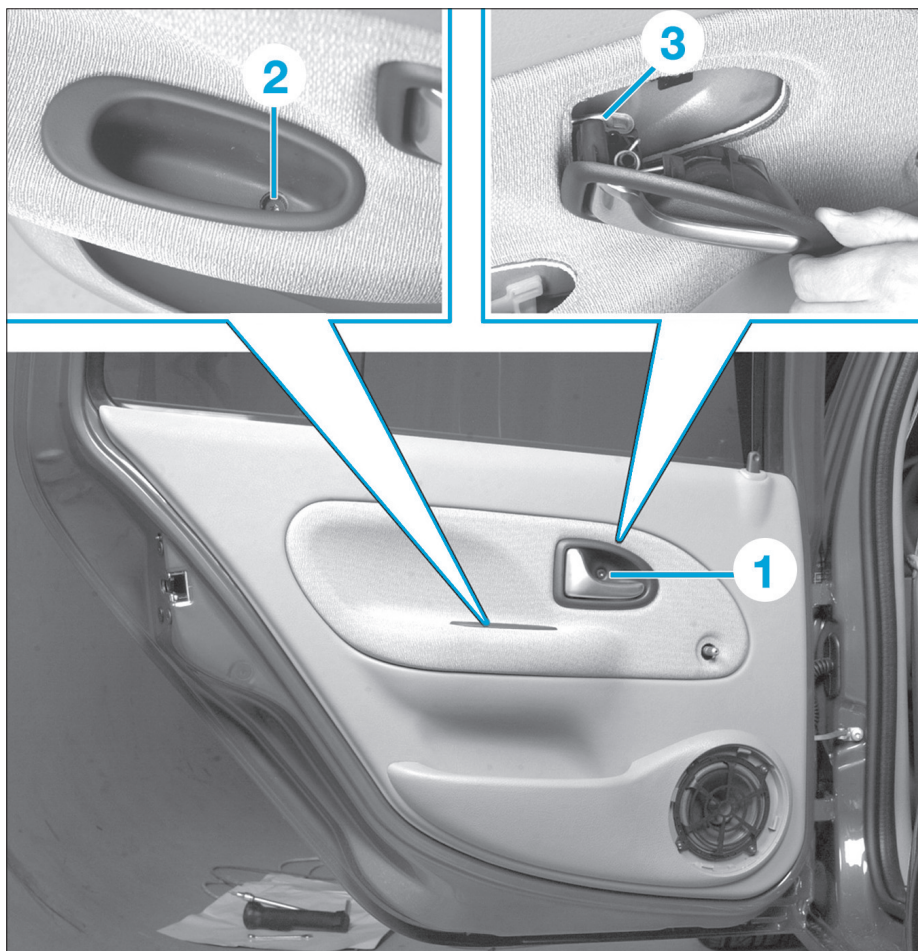

Fig. 55
- Déposer la vis de fixation (1) de la poignée d'ouverture intérieure et dégager la poignée après avoir désaccouplé la tringle de commande (3) (Fig.55).